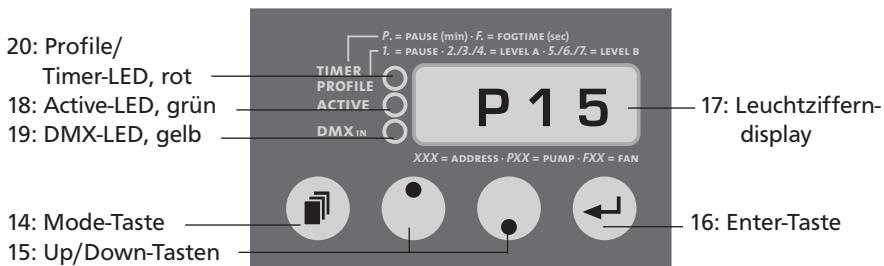

Abb. 1: Einstellen des Pumpen-Wertes
- Drücken Sie die Mode-Taste [14] auf dem Bedienfeld, bis auf dem Leuchtzifferndisplay [17] ein P (Pumpe) und zwei Zahlen erscheinen (siehe Abb. 1). Stellen Sie den Pumpenwert auf 99%.
- Drücken Sie die Mode-Taste [14] auf dem Bedienfeld, bis auf dem Leuchtzifferndisplay [17] ein P (Pumpe) und zwei Zahlen erscheinen (siehe Abb. 1).